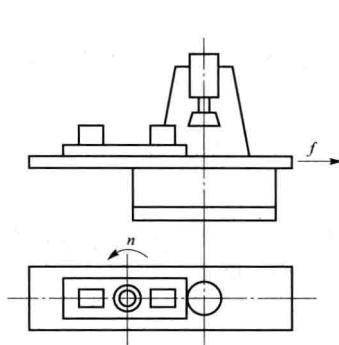
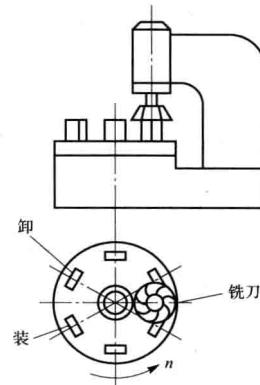

图 1-12 转位夹具示意图
图 1-13 立式连续回转工作台铣床
(2)采用转位夹具、转位工作台、直线往复式工作台等。如图 1-12、图 1-13 所示。
(3)采用连续加工,如图 1-12 所示。